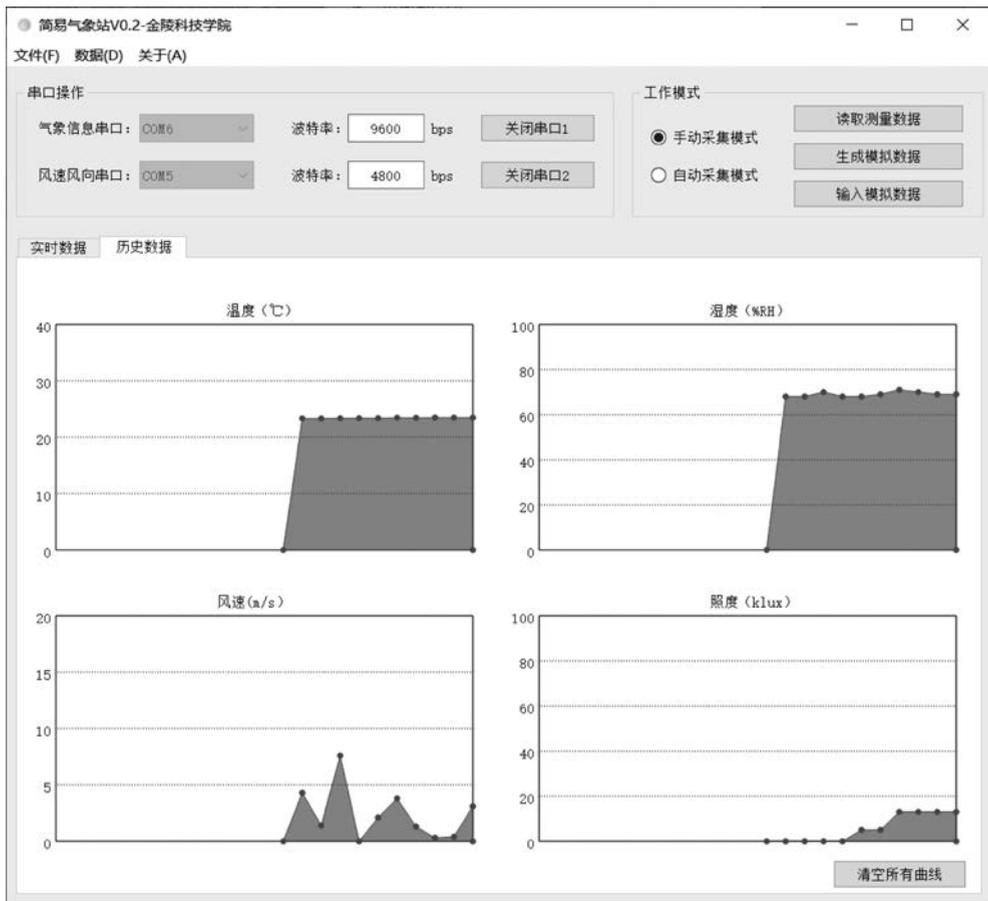

图 5.26 历史数据界面
(4) 切换到历史数据界面,重复进行几次测量,程序自动显示历史记录曲线,如图 5.26 所示。需要注意的是,QUC SDK 无法自动调整纵坐标的显示范围,只能按照事先设定好的范围显示。对于温度这种变化缓慢的数据,其图形经常呈一条直线。要解决这一问题,可以使用变量记录下数据的最大值和最小值,然后调用控件的函数调整纵坐标范围。